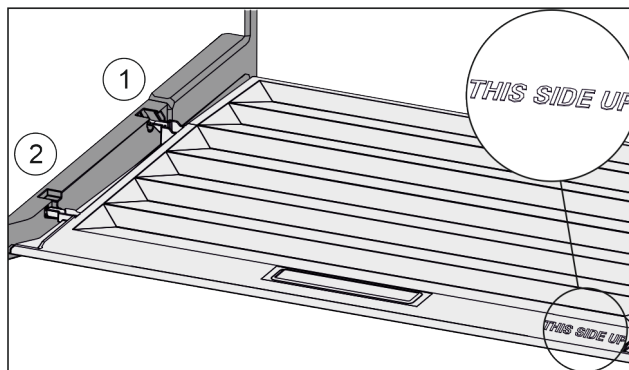

Fig. 116
- ▶ Prečke poklopca uvedite preko otvora stražnjeg držača Fig. 116 (1) i uglavite ih u držač Fig. 116 (2).